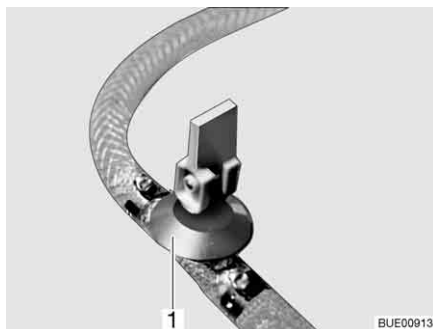
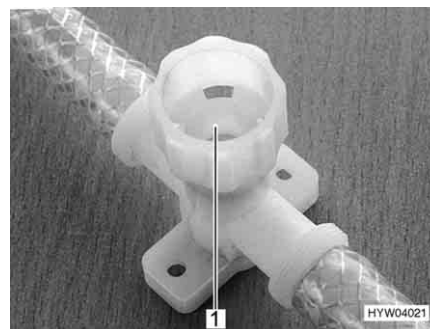

Fig. 185 Rubinetto di scarico (con leva a bilancere)
Fig. 186 Rubinetto di scarico (con tappo a vite)
- Chiudere tutti i rubinetti di scarico. Mettere la leva a bilanciere del rubinetto di scarico (Fig. 185,1) orizzontale o chiudere il coperchio del rubinetto di scarico (Fig. 186,1) in senso orario.